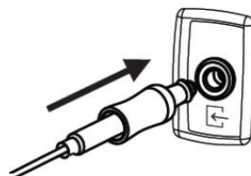

図 3
1. チューブを巻いているテープを取り外す。モジュールのノモライン接続口にノモラインエアウェイアダプタセットを接続する (図 3 参照)。ノモラインエアウェイアダプタセットがモジュールに正しく接続された場合、緑色のライトが点灯する。